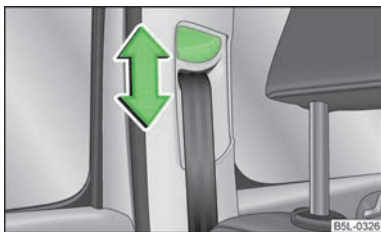

Fig. 121
- Presionar el herraje de inversión y desplazar en el sentido deseado, hacia arriba o hacia abajo » fig. 121.